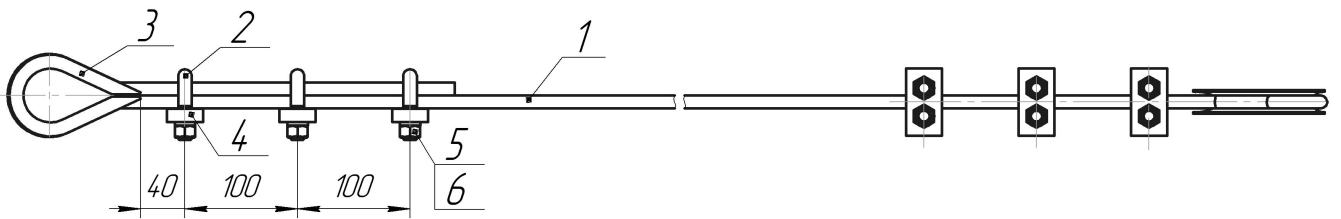

Рис. 6. Стропа натяжения
2.2.5. Стропа натяжения (см. рис. 6) состоит из троса-1 $\varnothing 11,5$ мм; скобы-2; коушей-3. Для регулировки длины стропы необходимо ослабить гайки-5 крепления зажимов, отрегулировать длину каната и затянуть гайки.